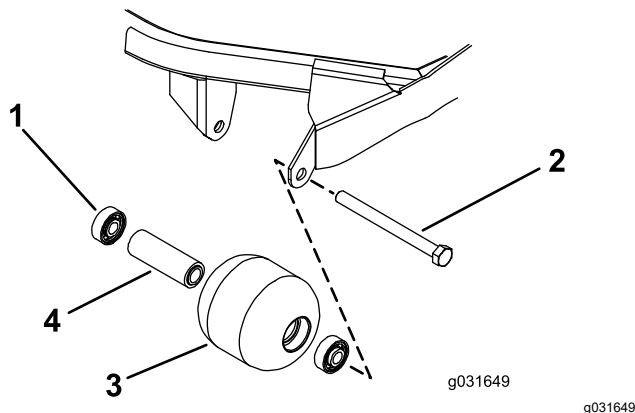

Figura 73
1. Retire el perno de montaje del rodillo (Figura 73).
4. Inspeccione el alojamiento del rodillo, los cojinetes, y el espaciador del cojinete (Figura 73).
1. Haciendo presión solamente sobre el anillo de rodadura exterior, o de forma igual sobre el anillo exterior y el interior, introduzca el primer cojinete en el alojamiento del rodillo (Figura 73).
2. Introduzca el espaciador (Figura 73).
3. Haciendo presión solamente sobre el anillo de rodadura exterior, o de forma igual sobre el anillo exterior y el interior, introduzca el segundo cojinete en el alojamiento del rodillo hasta que entre en contacto con el espaciador (Figura 73).